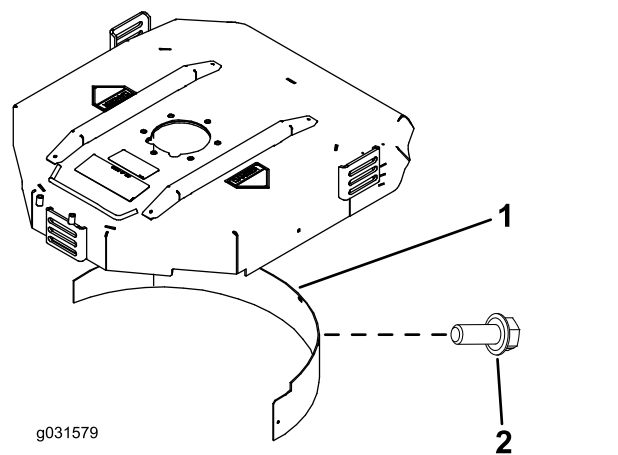

图 22
- 将碎草隔板装入后开口内并使用 5 个凸缘头螺栓进行固定图 22。